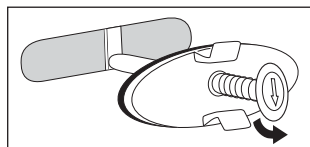

Fig. 5
- Faites pivoter la goupille à ressort de 90° et relâchez-la lentement (fig. 5).